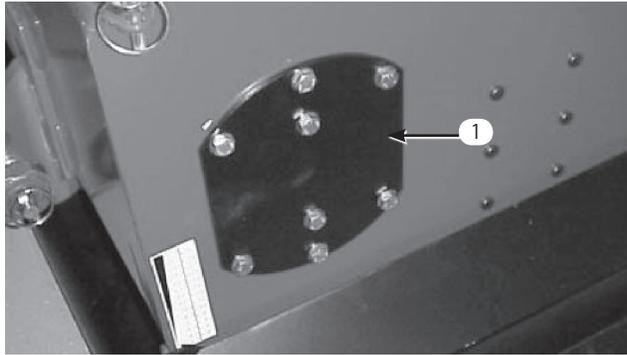

図34
8. エンド・カバーとベアリング・ハウジングをエアレータのフレームに固定しているキャップスクリュ（8 個）と平ワッシャを取る（図34）。